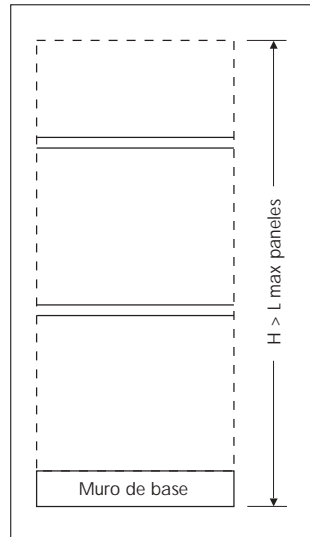
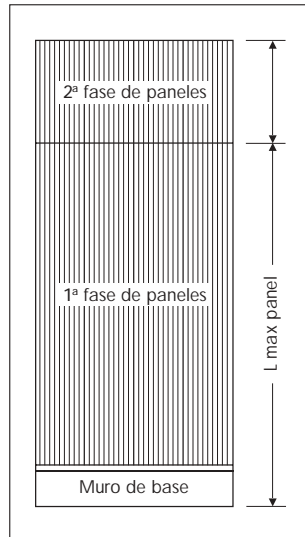

Fig. 9
Fig. 10
- 4.3.10** En el caso que las fachadas de los edificios tengan una altura superior a la longitud máxima de producción de nuestros paneles (15.00m) (Fig. 9), se tiene que proceder por fases. La altura total del edificio será subdividida en un número de fases de los paneles (Fig. 10 y 11) obteniendo la altura requerida por el constructor hasta el cumplimiento de la superficie total.